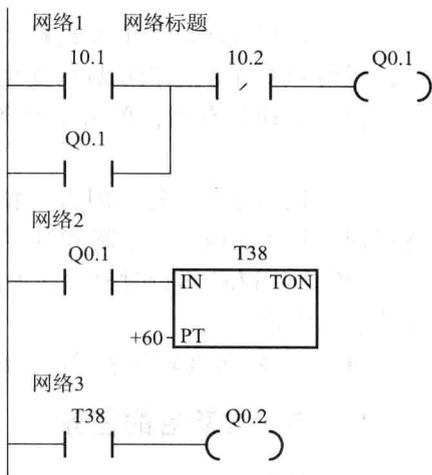

图 1.14 实验程序
① 在断电情况下, 接上数字量输入的模拟开关, 用编程电缆连接 PLC 和计算机的串行通信口, 接通计算机和 PLC 的电源。
② 打开 STEP7 - Micro/WIN32 软件, 新建一个项目。
③ 使用菜单命令“PLC”→“类型”设置与读取 PLC 型号, 并设置通信参数。
④ 选择“SIMATIC”指令集和 LAD 编辑器。在菜单命令“工具”→“选项”→“一般”标签中进行设置。
#### (2) 输入、编辑如图 1.14 所示的实验程序。
① 输入实验程序, 在输入过程中利用软件的快捷菜单对程序进行编辑。
② 利用软件系统的自动转换功能, 将梯形图转换成语句表指令, 并记录截图界面。
③ 给梯形图加上程序注释、网络标题、网络注释。